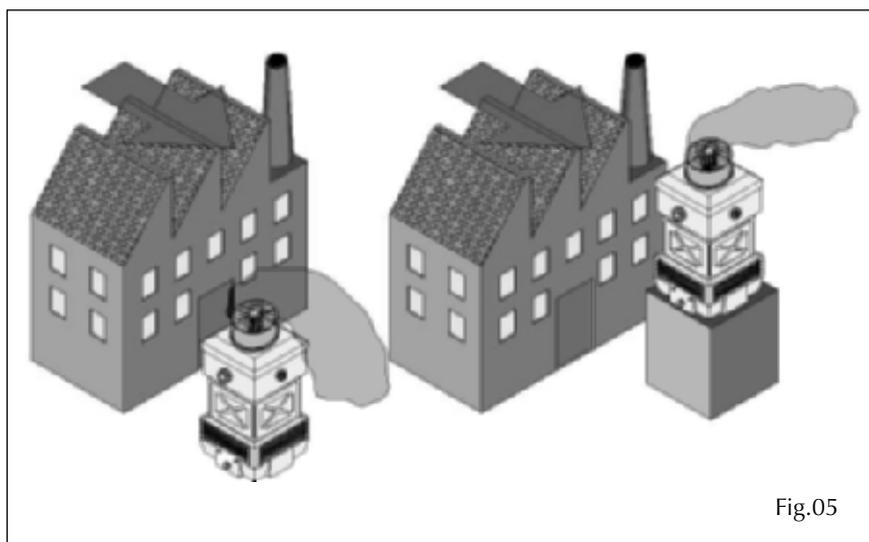

Fig.05
- evitare nel modo più assoluto di realizzare coperture, schermi, canalizzazioni od altri vincoli alla libera e corretta circolazione dell'aria nella torre. Porre inoltre particolare attenzione alla eventuale presenza di venti prevalenti ed a che eventuali situazioni di "sottovento" non provochino riciccoli dell'aria sulla torre (Fig. 05).